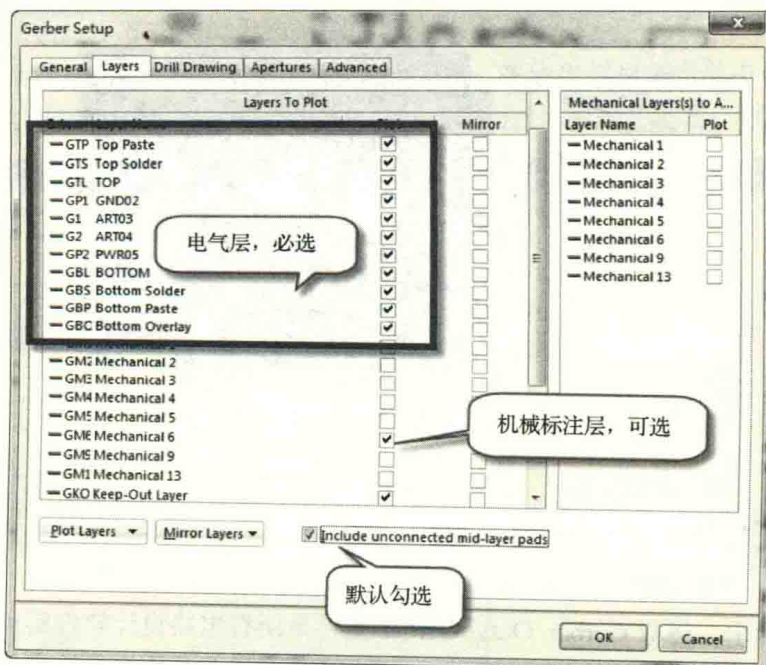

图 10-38 层的输出选择
① 在“Plot Layers”下拉菜单中选择“Used on”选项, 意思是在设计过程中用到的层都进行勾选输出, 当然, 对于不需要输出的层, 可以直接在上面的列表框中取消勾选。
② 在“Mirror Layers”下拉菜单中选择“All off”选项, 意思是全部关闭, 不能镜像输出。
③ 层的输出选择如图 10-38 所示, 注意必选项和可选项。